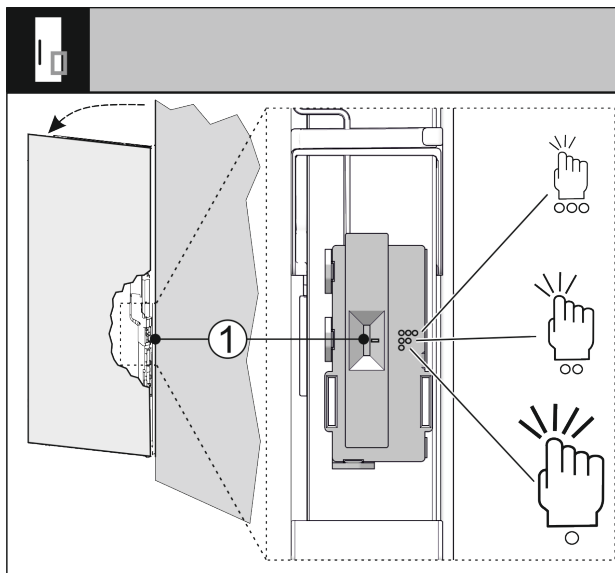

Fig. 32
Отрегулируйте чувствительность сигнала стука при помощи переключателя Fig. 32 (1). Переключатель находится со стороны петель на нижней трети двери.
- ▶ Установите переключатель Fig. 32 (1) в нужное положение.